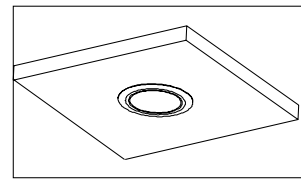

Figura 6
6. Vuelva a encender la energía eléctrica. Si la luz empotrada no se ilumina en los siguientes 5 segundos, desconecte la energía eléctrica, retire cuidadosamente la luz empotrada y revise todo el cableado, y vuelva a colocarla. (Figura 6)